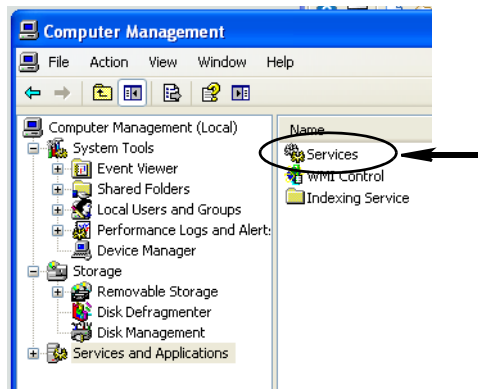

FIG. 36
- c. Haga doble clic en Servicios (FIG. 36).